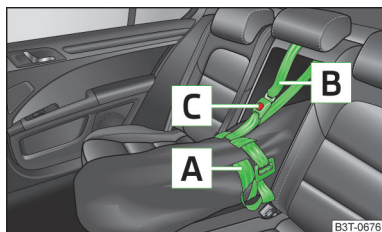

Fig. 83
- > Strângeți banda de capătul liber, în jurul schiurilor, în fața legăturilor » fig. 83.
- După încărcarea cu schiuri, sacul de transport trebuie asigurat cu centura de fixare » fig. 83.